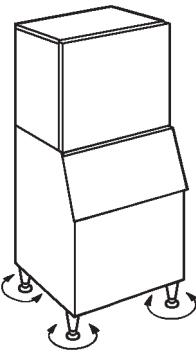

Fig. 7
- 9) Regolare i quattro piedini del fondo (regolabili da 0 a 25,4 mm), in modo che la macchina sia perfettamente orizzontale. Utilizzare una livella a bolla d'aria. Vedi Fig. 7.